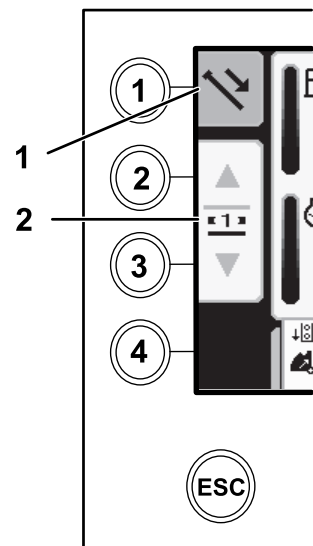

Рисунок 24
1. Нажмите кнопку 1 для выбора опции проталкивания трубы (Рисунок 24).
2. Нажмите кнопки 2 и 3 для выбора ряда, откуда вы хотите взять трубу (Рисунок 24).